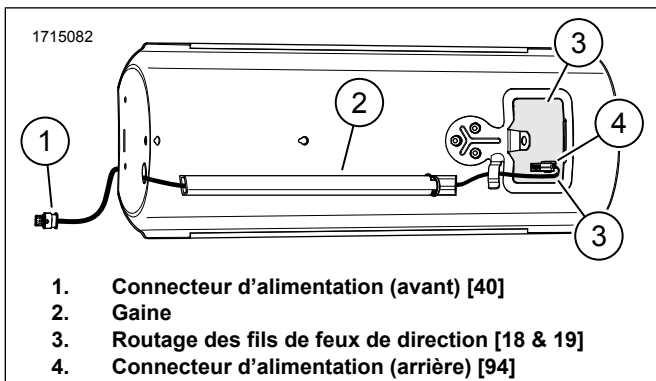

Figure 7. Acheminement de faisceau sous garde-boue
10. Voir la figure 7. Acheminer les fils de feux de direction à travers le conduit (2).